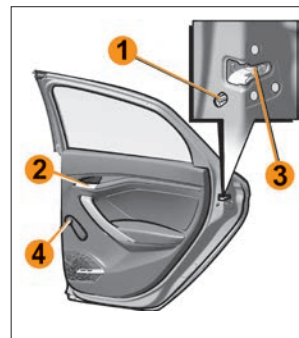

Рис. 7. Запирание задней двери
**Задние двери.** Со стороны салона потяните также ручку двери **2** (рис. 7).
Для запирания двери при неисправности ПДУ, привода требуется опустить флажок **3** (рис. 7), находящийся под механизмом замка, вниз и захлопнуть дверь. При одновременно включенной детской блокировке (рычажок **1**, рис. 7) на двери/дверях и отсоединенной (разряженной) аккумуляторной батарее разблокировка задней двери/дверей с наружной и внутренней стороны невозможна! Для разблокировки двери/дверей потребуется подсоединить аккумуляторную батарею.
Чтобы сделать невозможным открытие задних боковых дверей автомобиля изнутри, нажмите рычажок **1** (рис. 7) на каждой двери, закройте двери и изнутри проверьте надежность их блокировки.